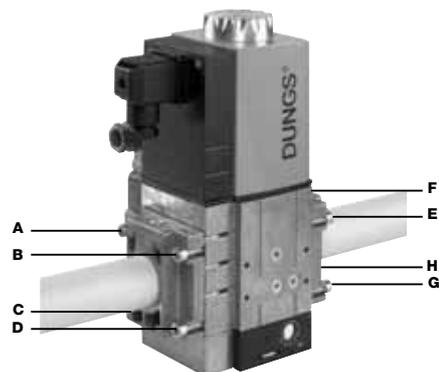

Fig. 6
2. inserire l'apparecchio MBC...SE e prestare particolare attenzione agli O-Ring. (Fig. 6)